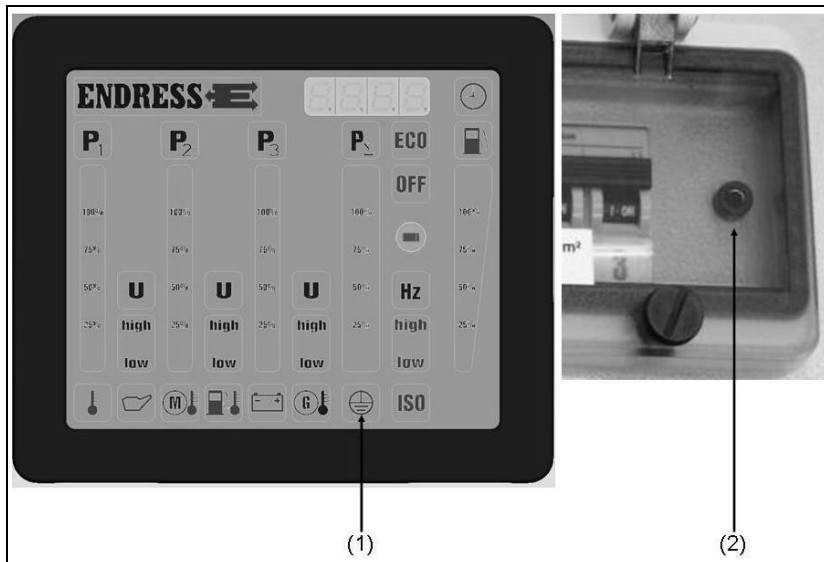

Fig. 4-5: Controllare il cavo di terra
1. Inserire il cavo di controllo nella bussola (Fig. 4-5-(2)).
La spia di controllo (Fig. 4-5-(1)) sul display multifunzione mostra il risultato: